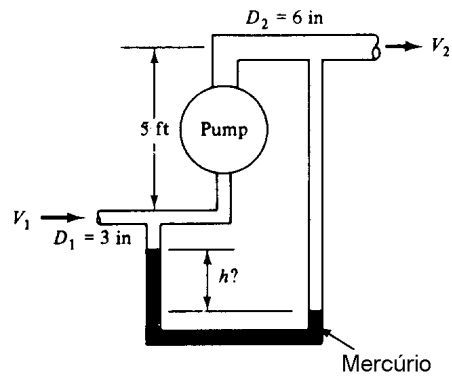

Figura P3.41
3.41 Através da bomba representada na figura P3.41 escoam-se $3 \text{ ft}^3 \text{ s}^{-1}$ de gasolina ($d = 0,68$). As perdas de carga entre 1 e 2 são de 10 ft e a bomba fornece ao escoamento 30 hp. Qual deverá ser a leitura no manómetro de mercúrio, em ft?